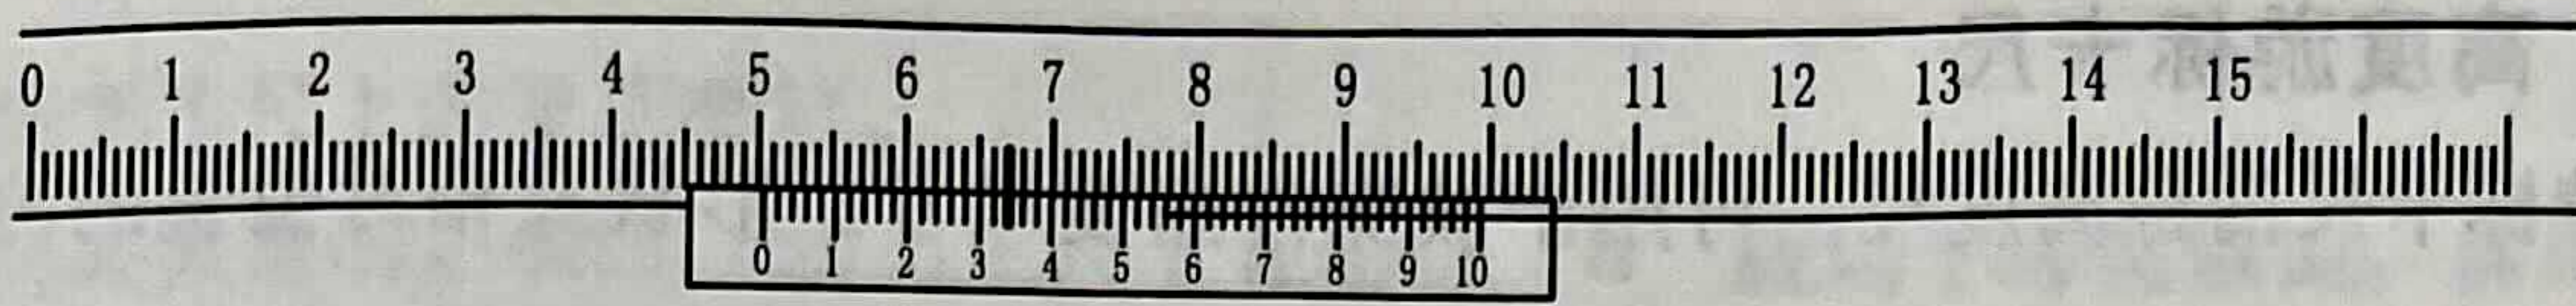

图 1-8 游标与主尺的刻度值
(1) 读整数。即读取主尺上的数值。主尺刻度每格为 1 mm, 以游标上的左“0”线为基准, 左边的刻度数值为被测工件的距离 (见图 1-8, 整数为 50 mm)。
(2) 读小数。即读取游标上的数值。游标刻度每格为 0.02 mm, 找出游标上与主尺刻度线完全对齐的刻度线, 将该刻度数乘以 0.02 得出小数 (见图 1-8, 对齐的为游标上的 17 格, 即小数为 0.34 mm)。
(3) 求和。将两处读数相加即可得出被测数值: